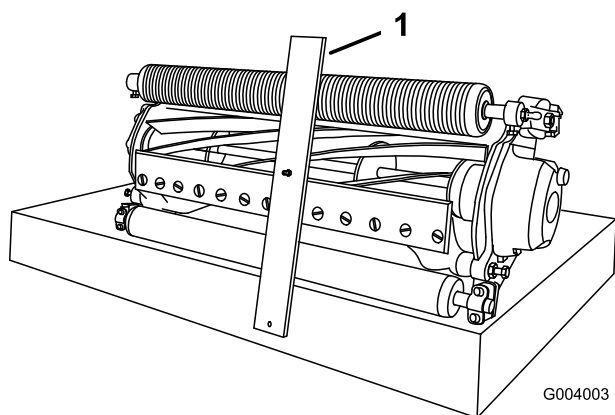

Figura 54
3. Prenda a cabeça do parafuso à extremidade cortante da lâmina de corte e apoie a extremidade traseira da barra no rolo traseiro (Figura 54).